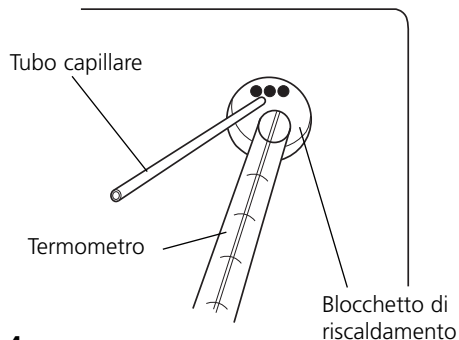

**Fig 3**
4. Inserire il bulbo del termometro ad alcool non tossico nel foro ricavato sul lato del blocchetto di riscaldamento (v. Fig. 3) e appoggiarne l'altra estremità nella scanalatura sulla destra dell'apparecchio.